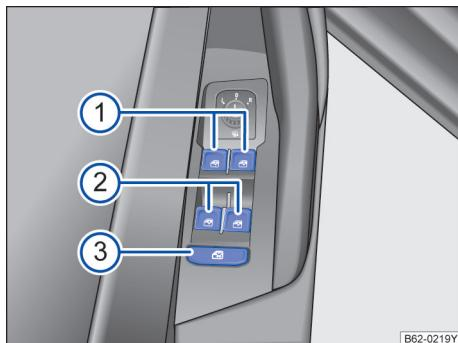

图 56 在驾驶员侧车门内：前部和后部车窗升降器的按钮。
→ 图 56 的图例：
：安全按钮→图 56③ 停用后门车窗控制按钮。这时按钮中的黄色指示灯亮起。